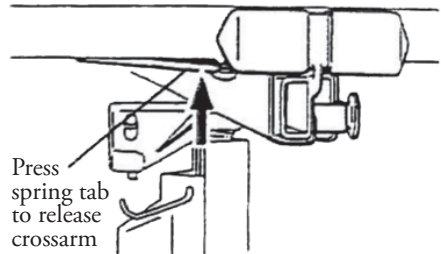

Bild. 22
- Ta bort tvärarmarna genom att trycka ned fjädertungan till botten och skjuta tvärarmen ut ur den avsmalnande sockeln. (Bild 22)